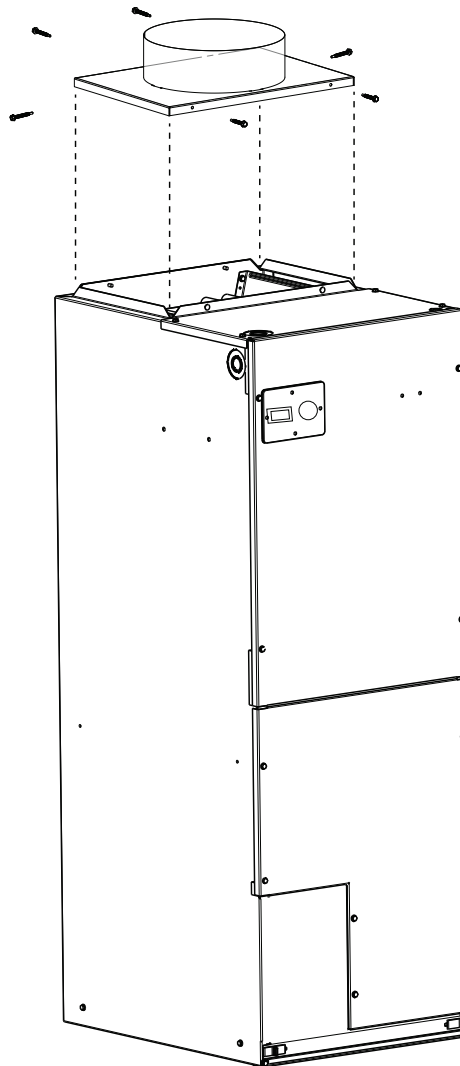

Fig. 2 – Détails de l'installation
3. Placez le panneau au-dessus de l'ouverture d'alimentation en air de l'appareil. Consultez la Fig. 2.
4. Fixez le panneau à la bride tournée de la sortie d'air d'alimentation à l'aide du matériel de fixation fourni. Consultez la Fig. 2.